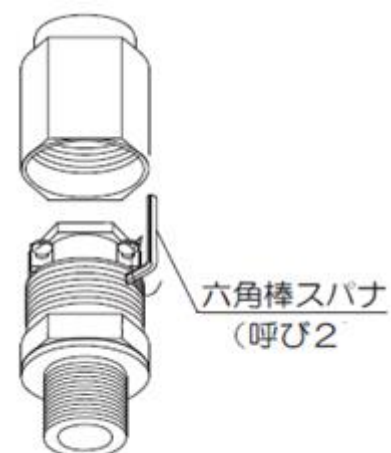

図3
- II. ニップルからナット（リング）、グラウンド、スリップリング、パッキンを順に外してください。なお、グラウンドは、グラウンドの緩み止め用止めねじを六角棒スパナ（呼び2）で緩めてから取り外してください。(図3)